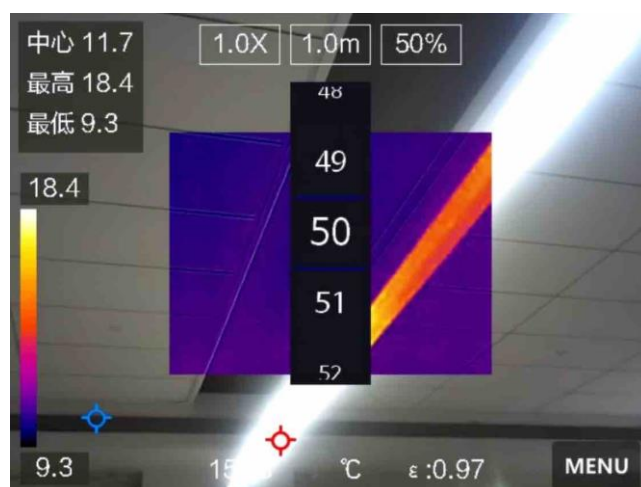

图5-4 画幅大小设置
1. 观测界面下，点击屏幕空白处，显示画幅大小框（“50%”），如图 5-4 所示。